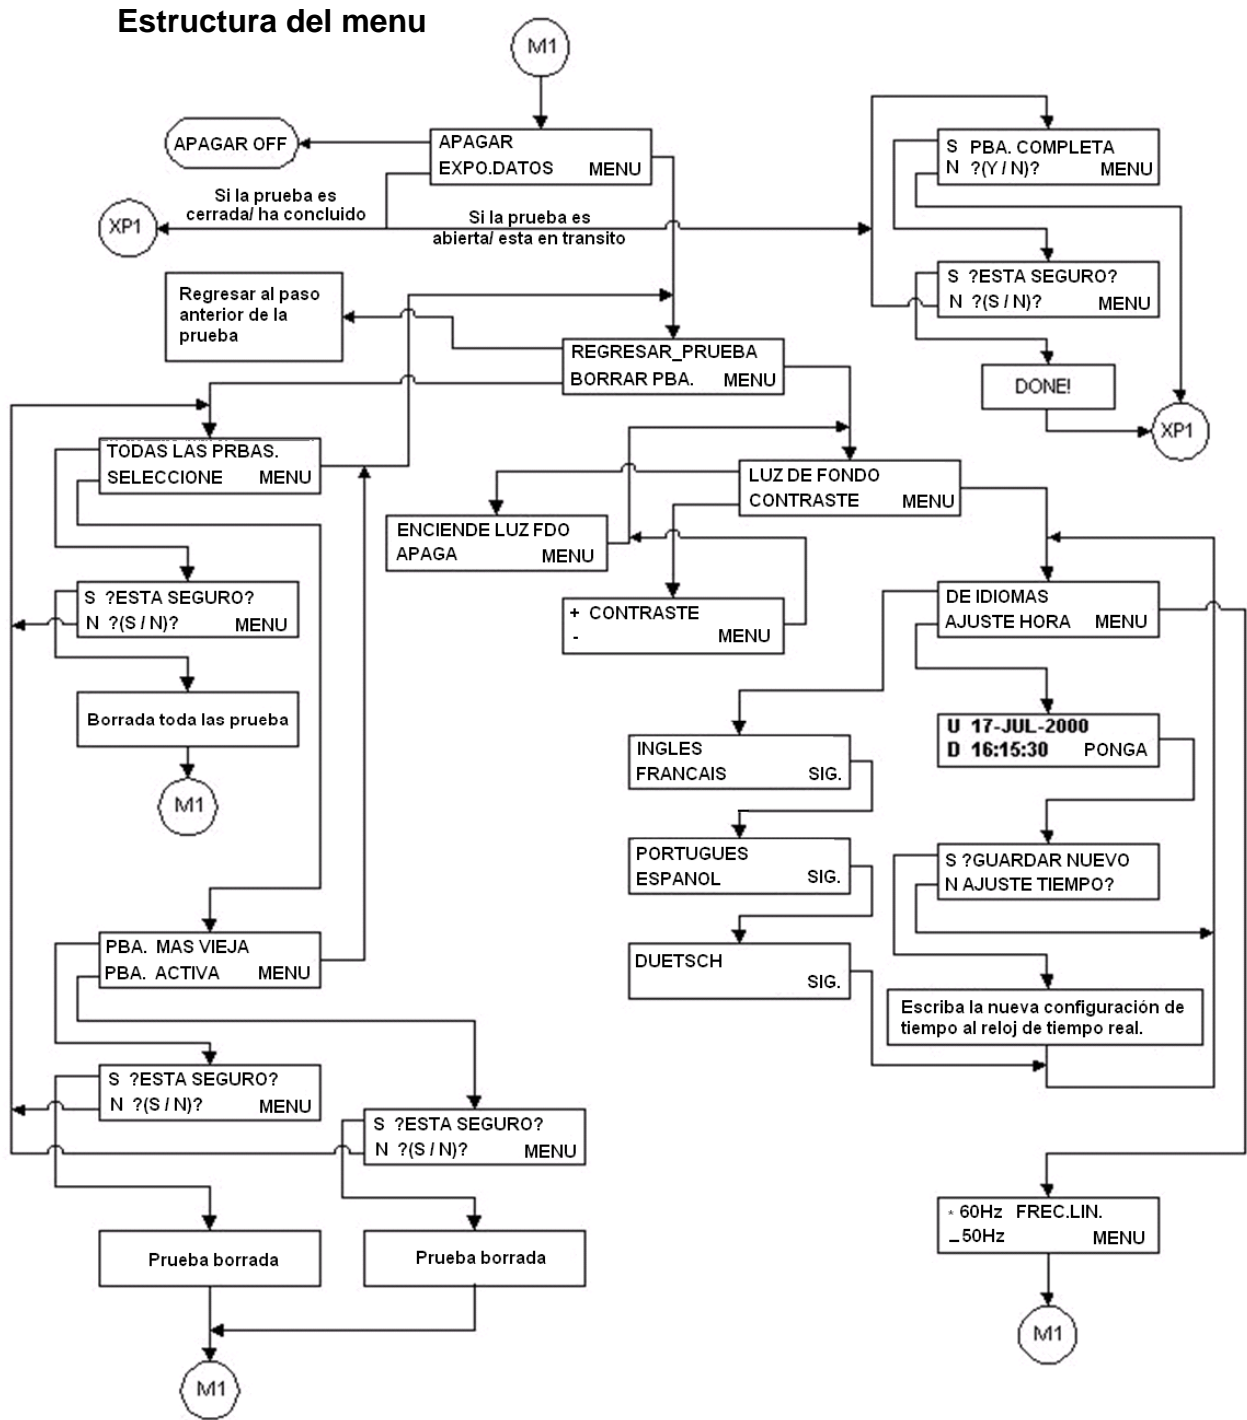
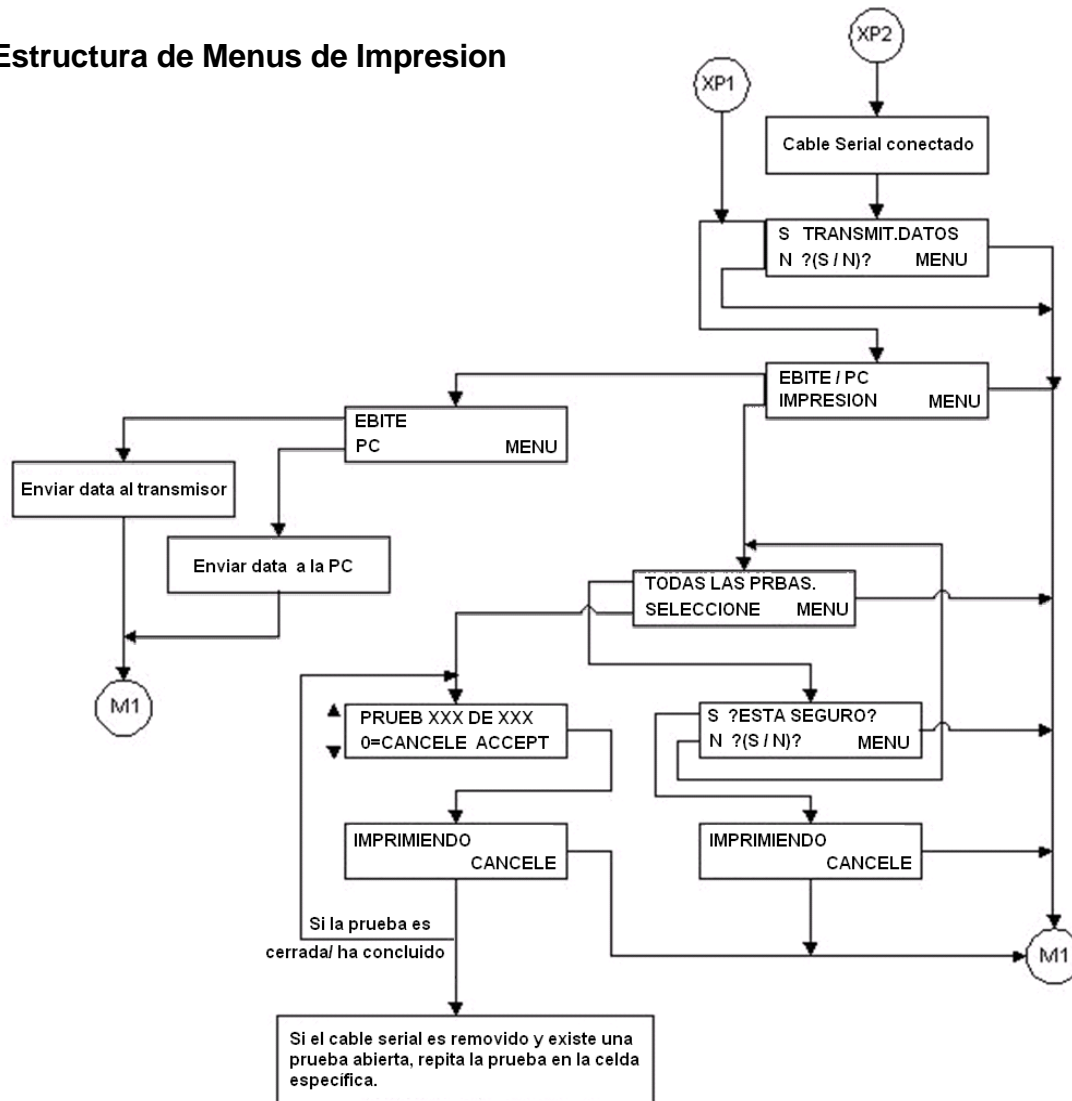

Figura 3-6: Diagrama de flujo de menus del receptor (continuacion)
Figura 3-7: Diagrama de flujo de menus del Receptor (continuacion)
El boton ENTER se uiltiza para acceder a los menus del **receptor**, los cuales se muestran en la Figura 3-6 y la Figura 3-7.
1. Supongamos que el siguiente Menu aparece en la pantalla como muestra la Figura 3-6.